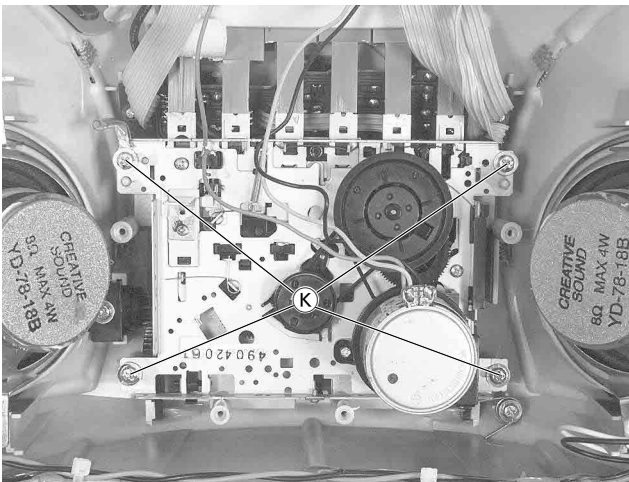

Fig. 9
- 4 Schrauben **K** (Fig. 9) herausschrauben.
- Undo 4 screws **K** (Fig. 9).